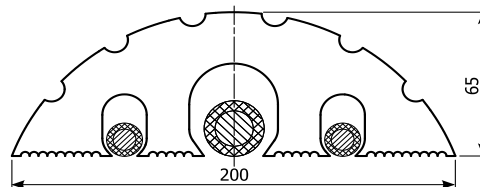

Abb. 70 Montage des Universalüberfahrtschutzes
2.28 Montage des Universalüberfahrtschutzes (Abb. 70)